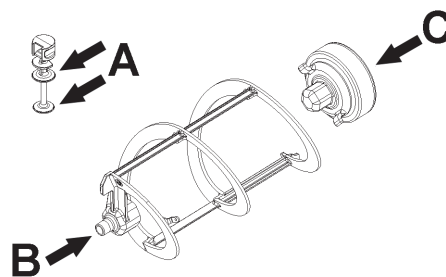
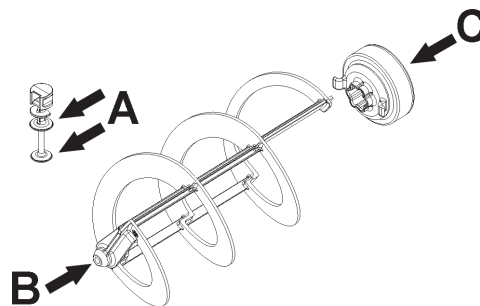

figura 19
figura 20
- 2** Lubrificare il pistone rubinetto, il giunto esagonale ed il mescolatore nei punti indicati in figura 19 (NG6) o figura 20 (NG10) utilizzando esclusivamente il grasso in dotazione con la